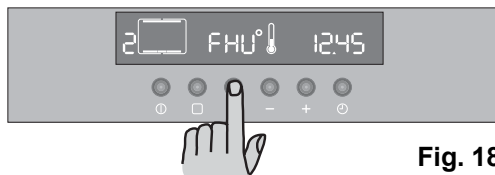

Fig. 18
①.
4) Appuyez sur la touche [B]. La mention "FHU" apparaîtra sur l'afficheur (Fig. 18).